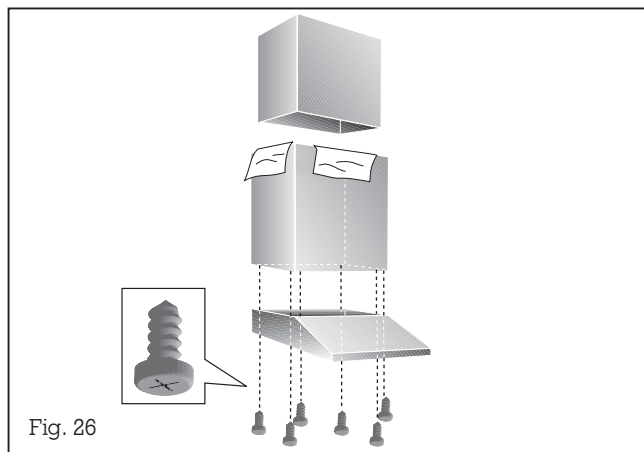

Fig. 26
- Collegate il terminale del camino con la parte inferiore dello stesso mediante 6 viti (3,5 x 9,5 mm) (Fig. 26).